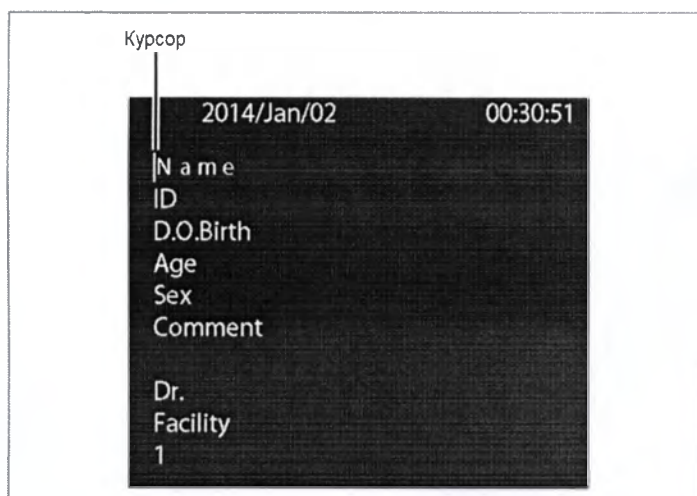

Рисунок 5.15
- Курсор появится в начале фамилии пациента (см. рисунок 5.15).